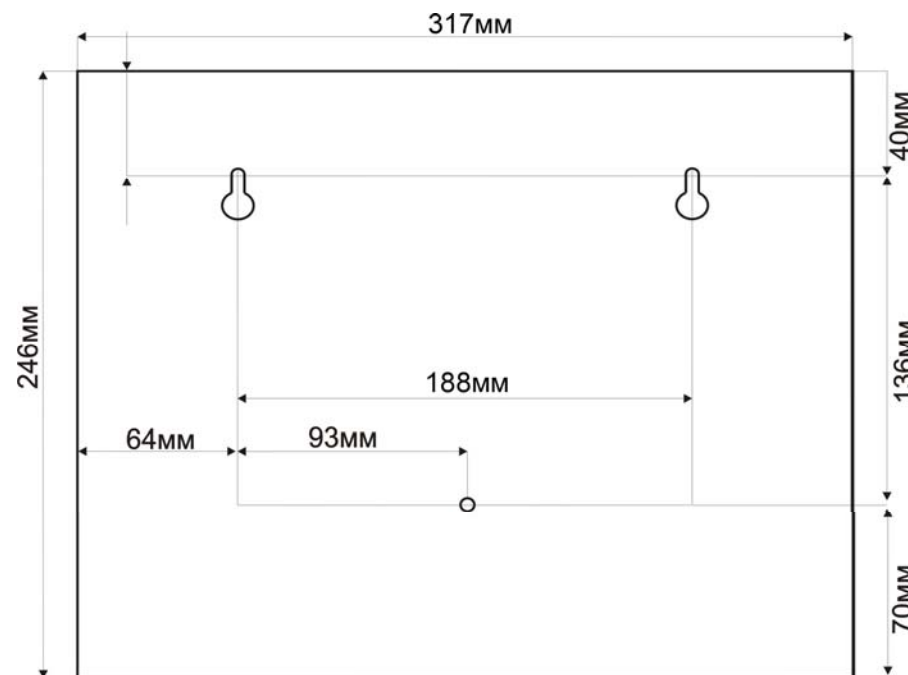

Рис. 4 Разметка точек крепления
- Выполните разметку места крепления источника в соответствии с рис. 4. Источник должен быть закреплен в трех точках, две из которых верхние. Головки винтов крепления не должны выступать на высоту более 10 мм.